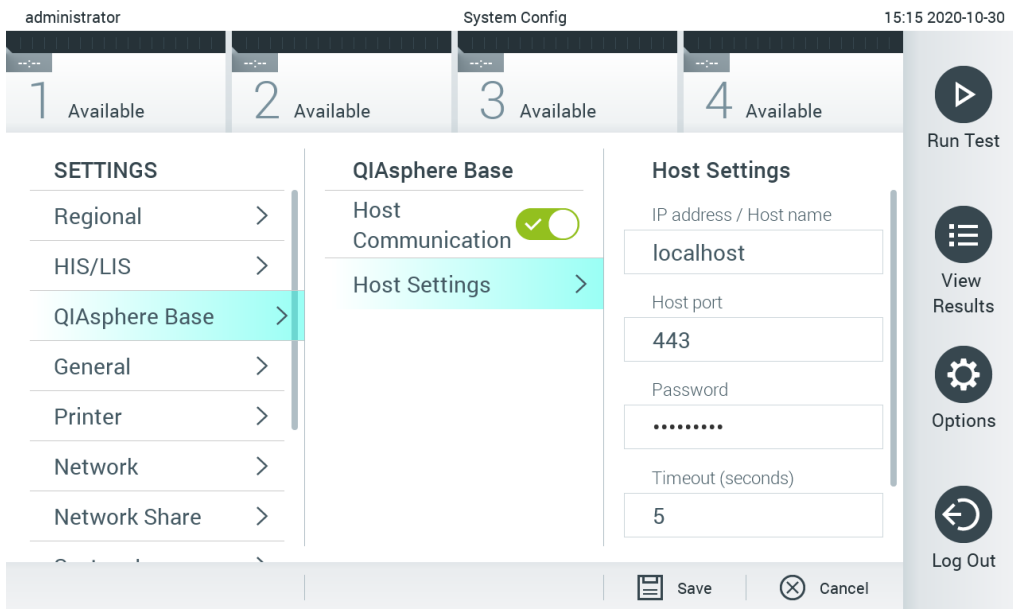

図 73. QIASphere Base 接続の設定。
2. 左列の Settings（設定）リストから QIASphere Base を選択します（図 73）。